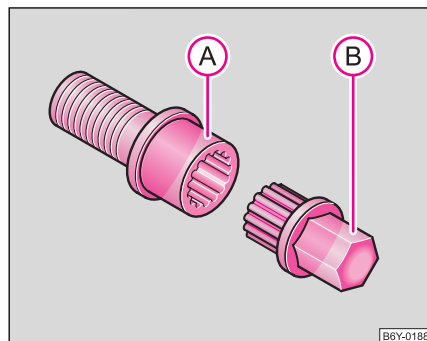

Abb. 158 Sicherheitsradschraube mit Adapter
- Schieben Sie den Adapter **(B)** mit seiner verzierten Seite in Anschlag so in die innere Verzahnung der Sicherheitsradschraube **(A)**, dass nur noch der äußere Sechskant herausragt ⇒ **Abb. 158**.